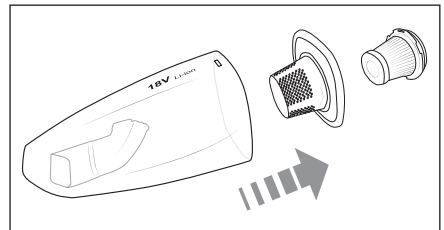

Fig. 6
- 4) Tirez ensuite le filtre grossier **7** hors du bac à poussière **8** (fig. 6). Tapotez les deux filtres **6/7** au-dessus d'une poubelle par exemple. Si nécessaire, vous pouvez rincer les filtres **6/7** à l'eau claire. Laissez ensuite sécher complètement les filtres **6/7** à l'air avant de les réinsérer.